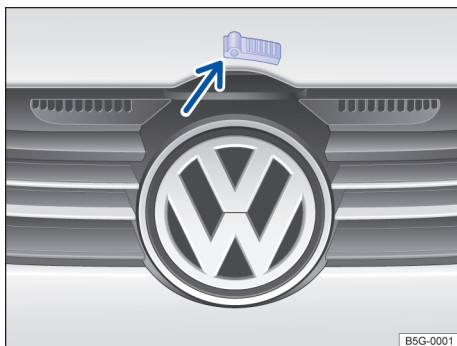

Fig. 211 Acima da grade do radiador: alavanca de abertura da tampa do compartimento do motor.
- Levante a tampa com a alavanca de abertura → **Fig. 211** (seta) e a abra por completo. A tampa se mantém aberta mediante a moda de gás pressurizado.